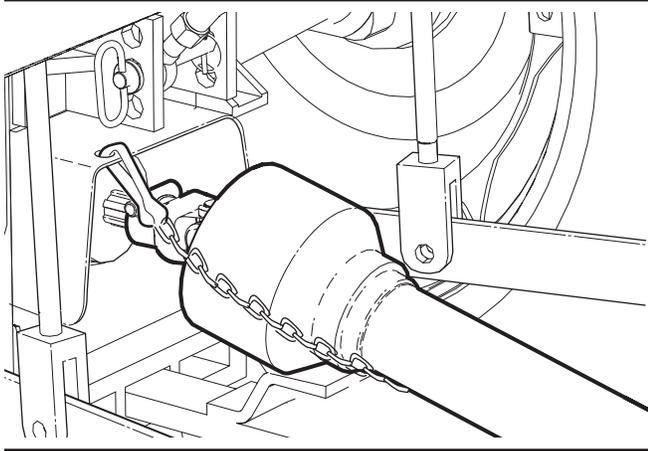

Fig. 36 – Arbre de prise de mouvement installé
15. Fixez la chaîne de sécurité qui se trouve sur le protecteur de l'arbre de prise de mouvement au point d'ancrage. Gardez la chaîne de sécurité aussi courte que possible pour empêcher le protecteur de l'arbre de prise de mouvement de tourner. Pour plus d'informations, Voir Fig. 36.